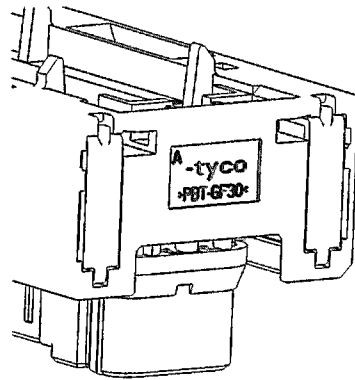

Fig.15
**注意** スライド位置に注意して下さい。弊社出荷時のスライド位置にて、取付け作業をして下さい。メスハウジング(プラグ)アッセンプリの弊社出荷形態は Fig.15 を参照願います。
**NOTE** Check Slide position. The operation should be made with same Slide position as shipping condition. See Fig.15 for Female (Plug) Assembly shipping condition.